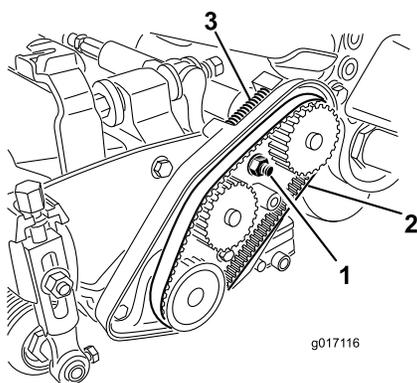

Figura 43
- A. Afloje la tuerca de montaje del alojamiento del cojinete (Figura 43)
- C. Limpie los residuos del interior del compartimento de la correa y de alrededor del muelle de compresión (Figura 43).